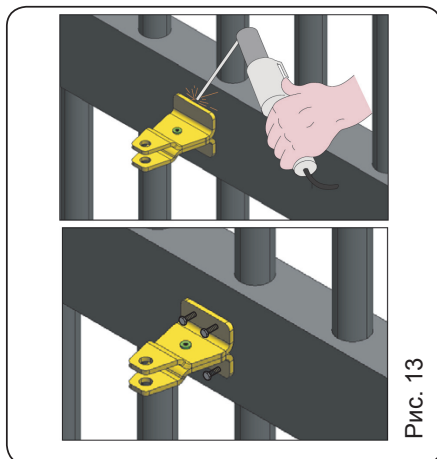

Рис. 13
13. Приварите передний кронштейн непосредственно к створке ворот или закрепите его с помощью резьбовых шпилек (рис. 13).